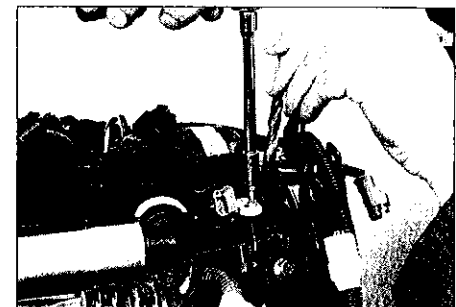

FIG.48
- dans le cas d'un capteur réutilisé, positionner une pige de Ø 8,5 mm entre le corps du capteur et le bord du carter de distribution (Fig.48) et le serrer dans cette position.